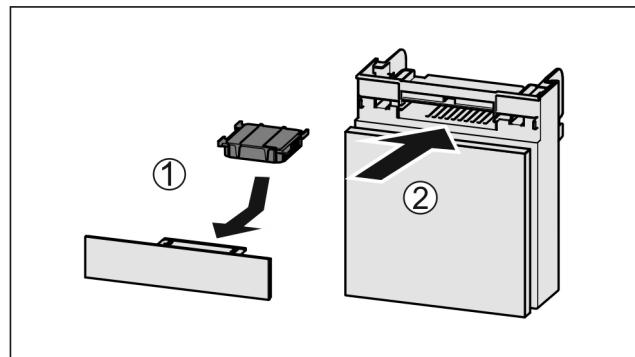

Fig. 99
- Вставити фільтр з активованого вугілля за малюнком Fig. 99 (1).
- Вставити відділення Fig. 99 (2).